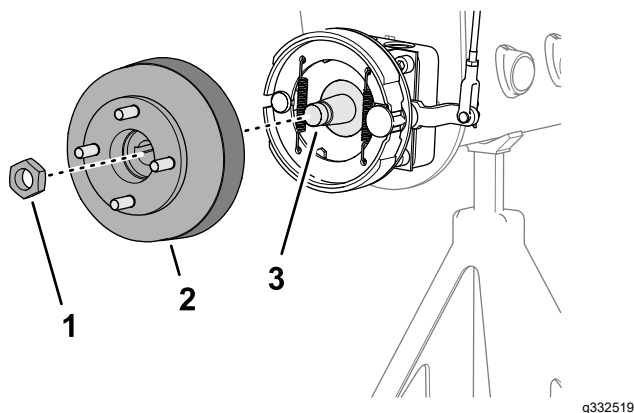
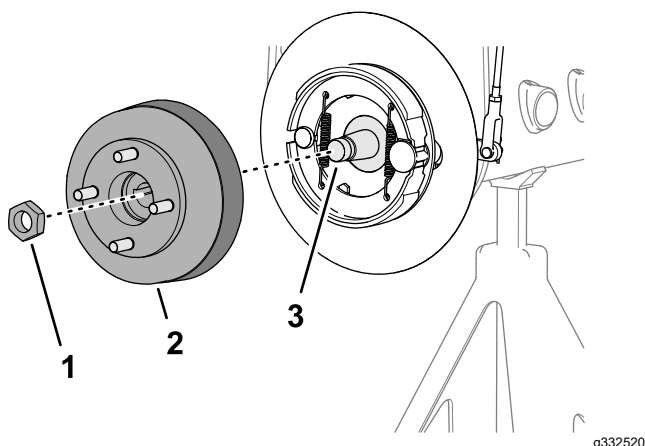

Figura 73
Figura 74
3. Monte o cubo da roda e tambor dos travões no veio do motor das rodas (Figura 73 ou Figura 74).
4. Prenda o cubo da roda ao veio com a porca de bloqueio (Figura 73 ou Figura 74) e aperte à mão.